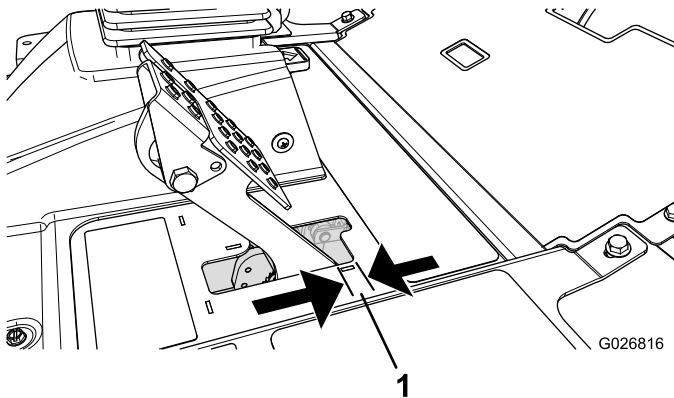

図 138
4. ブレーキペダルを軽く踏んで、ペダルの遊び抵抗なく動く距離を測定する **図 138**。
注 ブレーキペダルの「遊び」 **図 138**が 2.5 cm 以上となったり、駐車ブレーキを掛けるのに強い力が必要と感じられるようになったら、調整を行ってください。
6. **図 138**後ナットを締めてケーブルを後方に移動させて、駐車ブレーキがホイールに作用するまでのブレーキペダルの遊びが 6-13 mm なるように調整する。